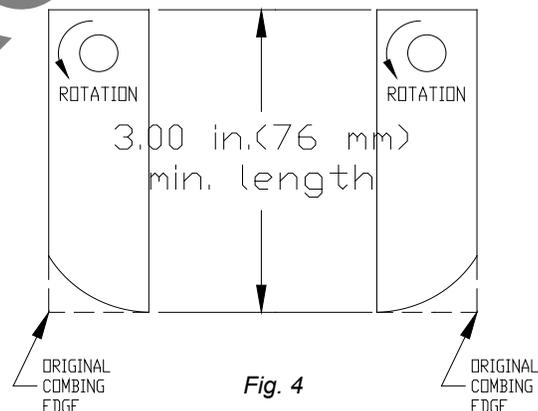

Fig. 4
4. Vérifiez l'usure des lames et remplacez immédiatement toute lame pliée ou fissurée. Mesurez la longueur totale de la lame. (Voir la Fig. 4)